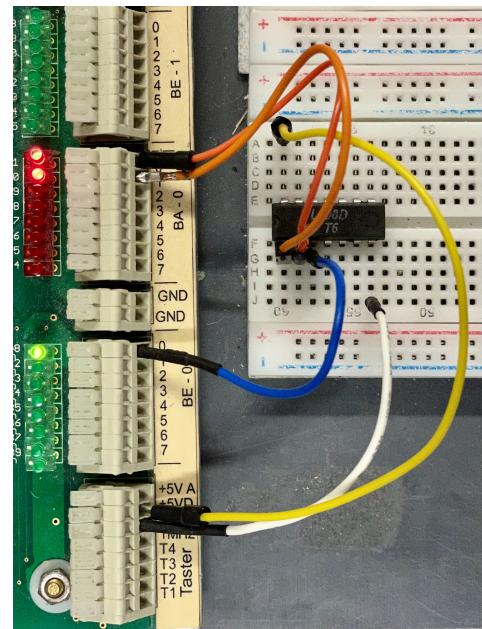

Abb. 6.1: Aufbau des verwendeten UND-Gatters
**Durchführung** Das Gatter wird mit 5V Betriebsspannung über Pin 14 versorgt und über Pin 7 geerdet. Die Pins 1 und 2 sind Eingänge, dessen Ergebnis wird auf Pin 3 ausgegeben. Pin 1 wird mit Pin 0 und Pin 2 mit Pin 1 des Feldes BA-0 vom B15-Board verbunden. Die Ausgabe des Gatters wird auf BE-0 Pin 0 wiedergegeben. Der Aufbau kann Abbildung 6.1 entnommen werden. Zum testen dieser Schaltung wird der Wert von BA-0 mit den Binärkombinationen 00, 01, 10 und 11 nacheinander über das Monitor-Programm eingestellt. Die daraus entstandene Wahrheitswertetabelle ist in Abbildung 6.2 dargestellt.